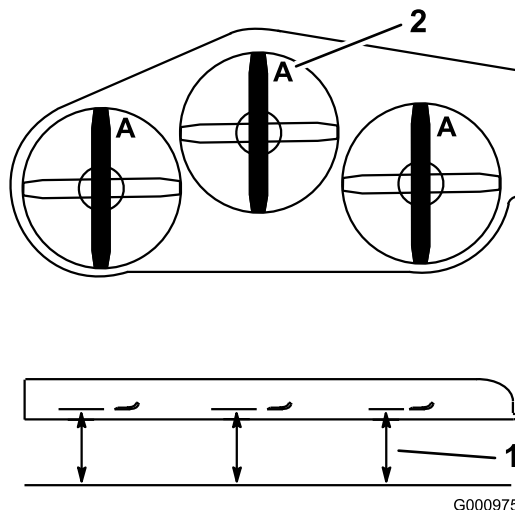

Figura 79
2. Meça desde uma superfície nivelada até à extremidade de corte, posição **A**, das lâminas (Figura 79).